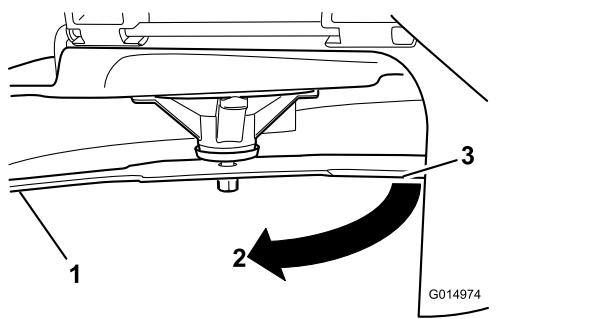

Figura 66
3. Distancia medida entre la cuchilla y la superficie (A)
4. Gire la misma cuchilla 180 grados de manera que el otro extremo esté en la misma posición (Figura 66).